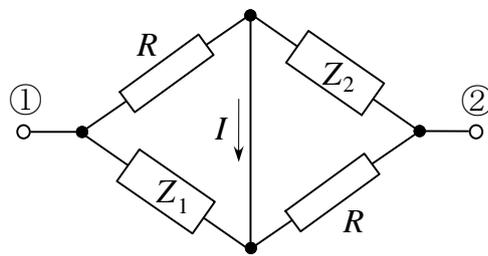

図 2
(2) 大きさ R の抵抗 2 個と、インピーダンス Z_1 、 Z_2 からなる図 2 の回路を考える。電流 $I=0$ とするための Z_2 の条件を、 R 、 Z_1 を用いて表せ。また、この条件を満たすとき、①と②の間のインピーダンスをできるだけ簡単な形で求めよ。